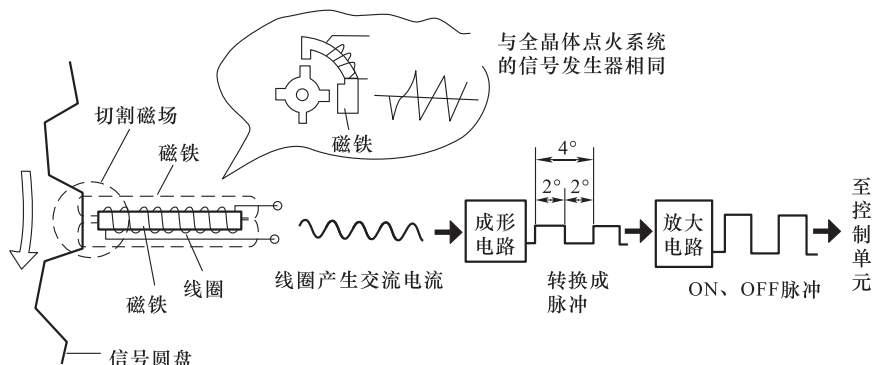

图 4-33 脉冲信号的产生
(2) 原理 发动机运转时,信号盘的齿和凸缘切割磁场的磁感线,使绕在磁铁上的感应线圈产生感应电动势,经滤波整形后,形成脉冲信号,如图 4-33 所示。曲轴每转一圈,在磁头 B 上产生 120° 脉冲信号,在磁头 A 和 C 上交替各产生 90 个脉冲信号。